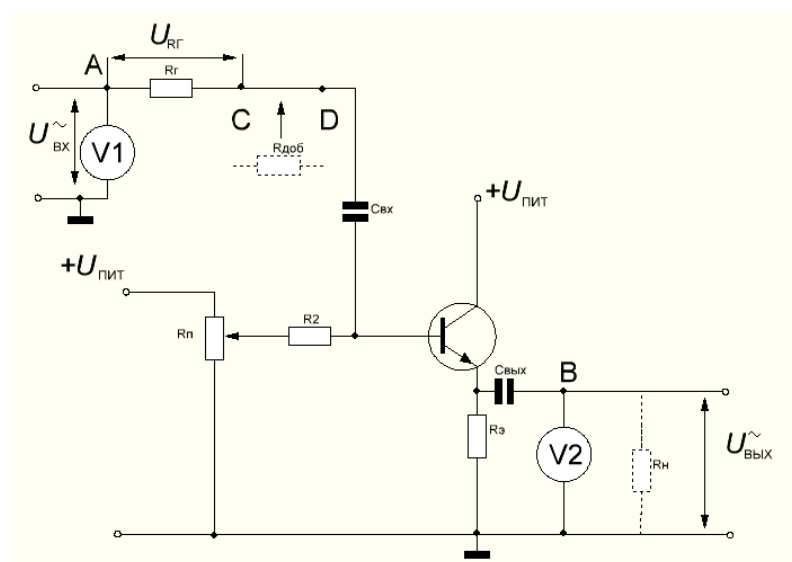

Рис. 8.4
- Соберите цепь усилительного каскада с ОК (Рис. 8.4). Номиналы элементов для схемы с ОК представлены в таблице 8.4.